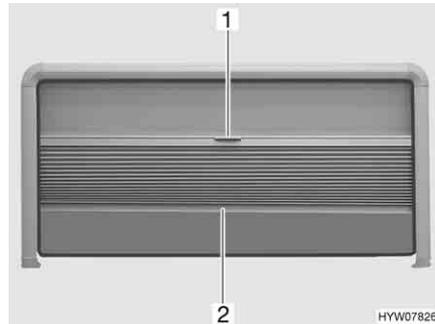

Fig. 69 Ventana abatible
- Coger el estor plegable por el centro de la tablilla final (Fig. 69,2) y tirar con cuidado hacia abajo.
- Sujetar la tablilla final (Fig. 69,2) del estor plegable por el centro y empujar el estor plegable cuidadosamente hacia arriba.
- Tirar hacia abajo la mosquitera enrollable (Fig. 69,1) mediante el tirador.
- Empujar completamente hacia arriba la mosquitera enrollable (Fig. 69,1) mediante el tirador.